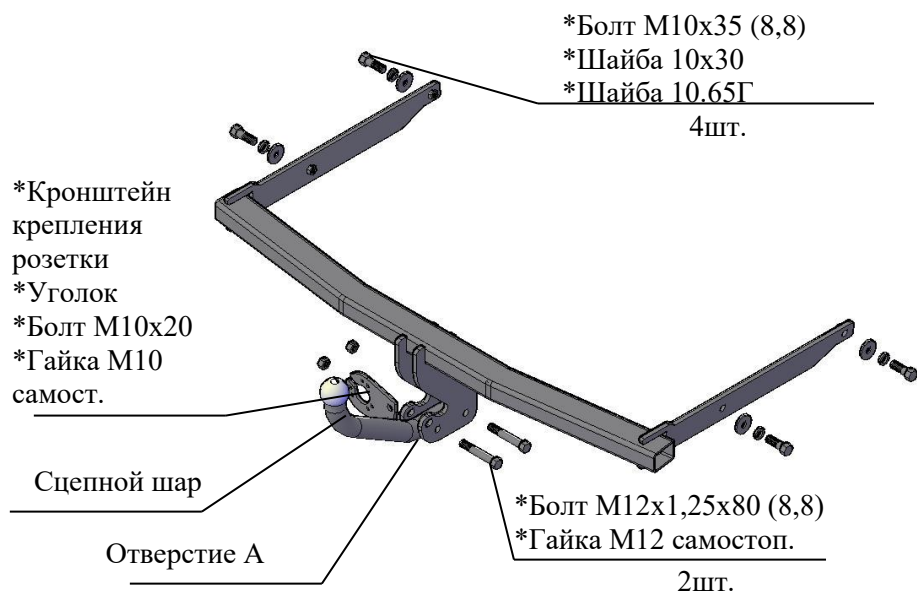

Рис.1 Тягово-сцепное устройство ТСУ 6014
2.1 ТСУ 6014 в сборе (рис.1)	1 шт.
2.2 Пакет с комплектующими (см. рис.1)	1 шт+1 шт.